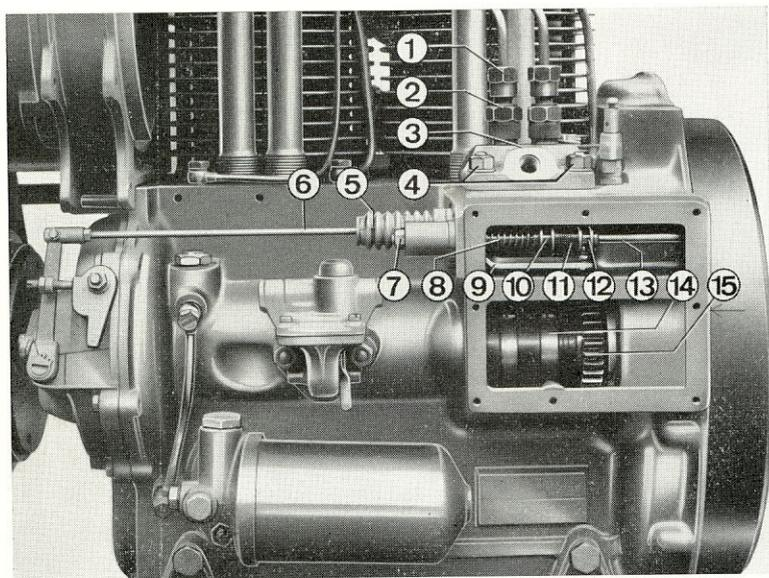

Fig. 7
**DEMONTAGE DE LA POMPE D'INJECTION** (fig. 7) - En ce qui concerne la révision, il est conseillé de confier la pompe à une personne qualifiée et munie du matériel nécessaire.